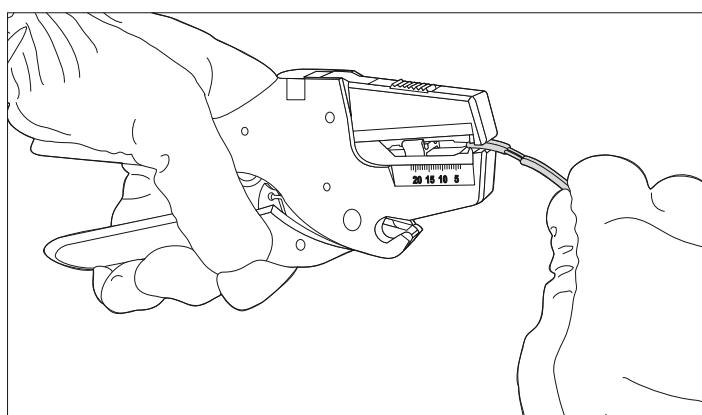

Рисунок 6
- 5.4. Помістити жилу дроти в стріптер, притиснувши кінець до регулятора довжини зачистки (малюнок 4), та видалити ізоляцію (малюнок 5). У разі неповного сходження відрізка ізоляції з жили затиснути його в механізмі утримання і потягнути за провід до повного видалення (рисунок 6).